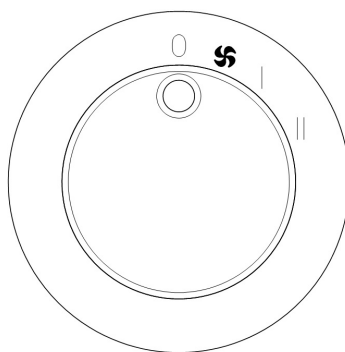

fig. 2
- Assicurarsi che il riferimento "I" della manopola "B" (fig. 1) sia allineato al simbolo "o" presente sul pannello comandi (fig. 2).
- Ensure that the reference mark "I" on knob "B" (fig. 1) is aligned with the "o" symbol on the control panel (fig. 2).*
- S'assurer que la référence "I" de la molette "B" (fig. 1) est alignée sur le symbole "o" présent sur le pupitre de commande (fig. 2).
- Stellen Sie sicher, dass der Bezug "I" des Drehknopfes "B" (Abb. 1) mit dem Symbol "O" auf der Bedienkonsole (Abb. 2).
- *Verifique que la referencia "I" de la manija "B" (fig. 1) esté alineada con el símbolo "O", presente en el panel de mandos (fig. 2).*